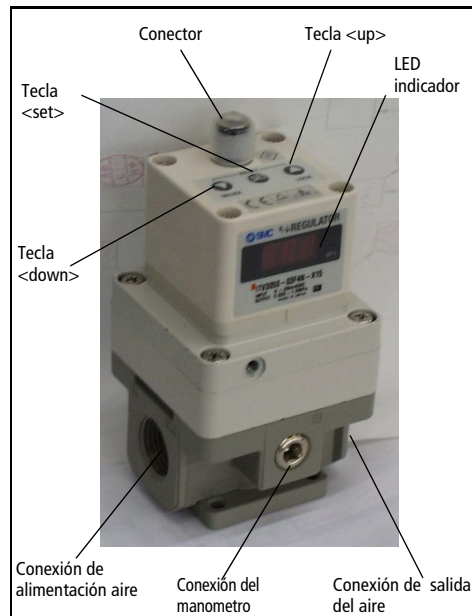
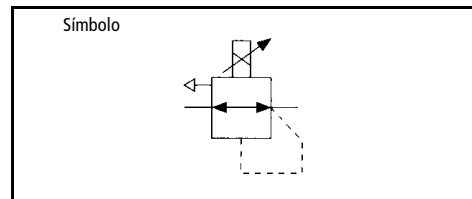

Fig. 1
Fig. 2
- Para ajustar la presión mínima (en el indicador LED aparece F-1) utilice las teclas up/down (Fig 1) luego presione la tecla 'Set' (Fig 1) para 'fijar' el ajuste.
- Para ajustar la presión máxima (en el indicador LED aparece F-2) utilice las teclas up/down (Fig 1) luego presione la tecla 'Set' (Fig 1) para 'fijar' el ajuste.
- Para ajustar la salida digital 1 (en el indicador aparece P-1) utilice las teclas up/down (Fig 1) luego presione la tecla 'Set' (Fig 1) para 'fijar' el ajuste.
- Para ajustar la salida digital 2 (en el indicador aparece P-2) utilice las teclas up/down (Fig 2) luego presione la tecla 'Set' (Fig 1) para 'fijar' el ajuste.
Tras conectar la alimentación, las teclas se bloquean y no son utilizables. 'Loc' Si se presiona cualquier tecla, en el display (Fig.1) parpadea la indicación 'Loc'.
- 1) Presione la tecla 'Down' (Fig 1) durante más de 2 segundos.
- 3) Presione la tecla 'set' (Fig 1) para bloquear.
Nota: Para anular, presione la tecla 'Up' (Fig 1).
- 1) Presione la tecla 'Up' (Fig 1) durante más de 2 segundos.
- 3) Presione la tecla 'Set' (Fig 1) para bloquear.
Nota: Para anular, presione la tecla 'Down' (Fig 1).
Si el equipo ITV3000 detecta alguna anomalía el indicador LED (Fig 1) muestra 'Er' seguido de un código. Desconecte la alimentación, averigüe el problema y resuélvalo. Tras corregir el fallo, reinstaure la alimentación eléctrica.
Presione las teclas 'Up' y 'Down' (Fig 1) conjuntamente durante más de 3 segundos. El indicador muestra 'RES'. Para que las presiones mínima y máxima y las salidas digitales P1 y P2 vuelvan a su condición inicial, libere las teclas.
Nota: Si la fuente supera los 30mA el sensor se visualizará en el indicador LED (Fig 1) mostrando 'Er 5'.